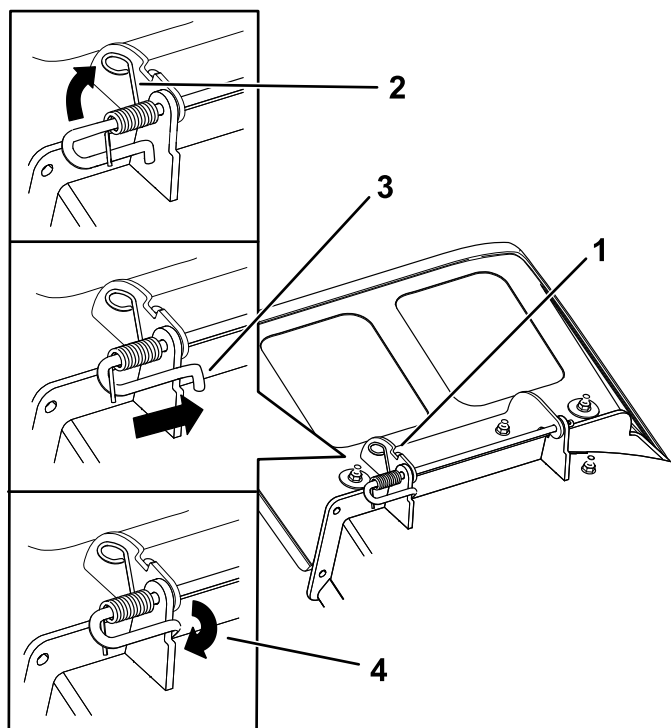

Figura 79
4. Posicione o novo defletor de descarga com as extremidades do suporte entre os postes soldados na plataforma como se mostra na Figura 79.
6. Posicione a mola na barra como se mostra na Figura 79 de forma a que a extremidade mais pequena da mola saia por baixo da barra antes da dobra e que passe por cima da barra quando regressa da dobra.
7. Eleve a extremidade com volta da mola e coloque-a no entalhe do suporte do defletor (Figura 79).
8. Prenda o conjunto da barra e mola rodando-o de forma a que a extremidade curta da barra esteja por detrás do suporte frontal soldado à plataforma (Figura 79).